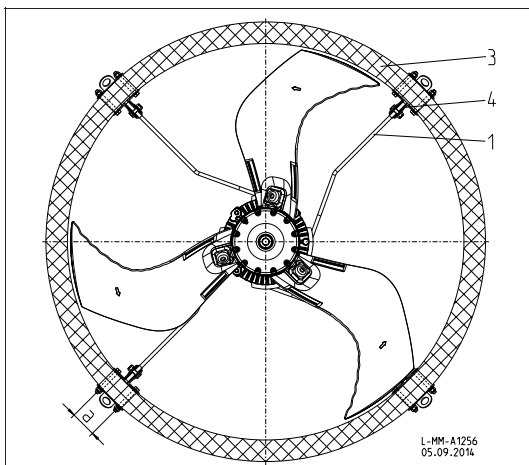

Abbildung 1
Lage der Haltewinkel(4) nach **Abbildung 1** im Kamin (3) mittels Schablone 4 x 90° anreißen, Lochabstand "a" entsprechend den Haltewinkeln (4) bohren.